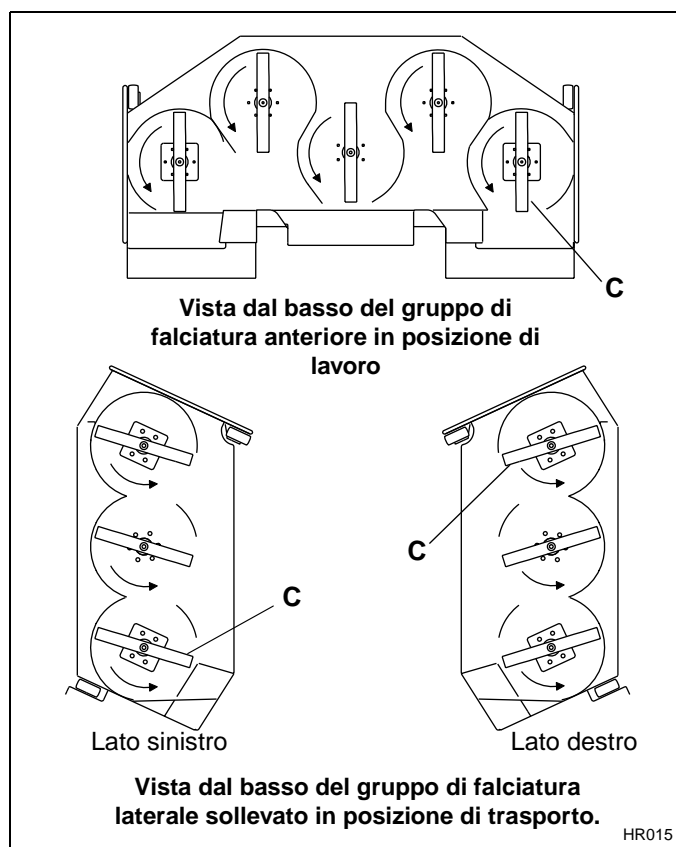

Figura 4C
5. Collegare la lama alla falciatrice. Montare le lame in modo che il filo (C) sia rivolto secondo il senso di rotazione come indicato nella Figura 4C. Il filo molato della lama deve essere rivolto verso l'alloggiamento del disco.